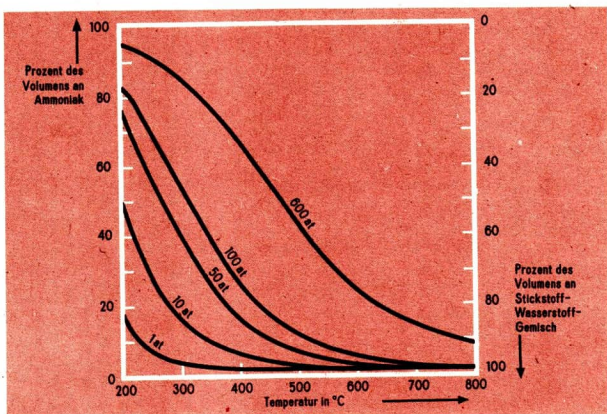

Abb. 16 Die Ammoniakausbeute ist von Druck und Temperatur abhängig.
begünstigt die unter Volumenabnahme verlaufende Reaktion. Das ist bei der Ammoniaksynthese die Ammoniakbildung. Die Ausbeute an Ammoniak ist somit abhängig von Temperatur und Druck (Tab. 11 und Abb. 16). ① ② ③ ④ ⑤
- ① Erläutern Sie am Beispiel der Ammoniaksynthese $\text{N}_2 + 3\text{H}_2 \rightleftharpoons 2\text{NH}_3$; $Q = -22 \text{ kcal}$ das Wesen des chemischen Gleichgewichts!
- ② Erörtern Sie den Einfluß folgender Faktoren auf die Lage des chemischen Gleichgewichts bei der Ammoniaksynthese!
- ③ Ermitteln Sie an Hand der Tabelle 11 die theoretisch günstigsten Bedingungen für die Durchführung der Ammoniaksynthese!
- ④ Welchen Einfluß haben folgende Faktoren auf die Ammoniakausbeute?
- ⑤ Bestimmen Sie an Hand der Abbildung 16 die Ausbeute an Ammoniak bei verschiedenem Druck und festgelegter Temperatur von 450°C !